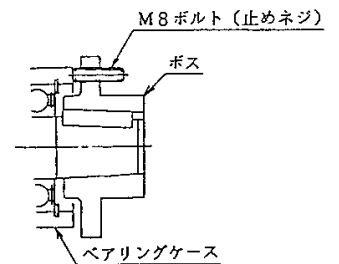

図 9-11
- ・ ボルト、あるいは六角穴付き止めネジを均等に締め込んでポスを主軸より取り外してください。(図 9-11)